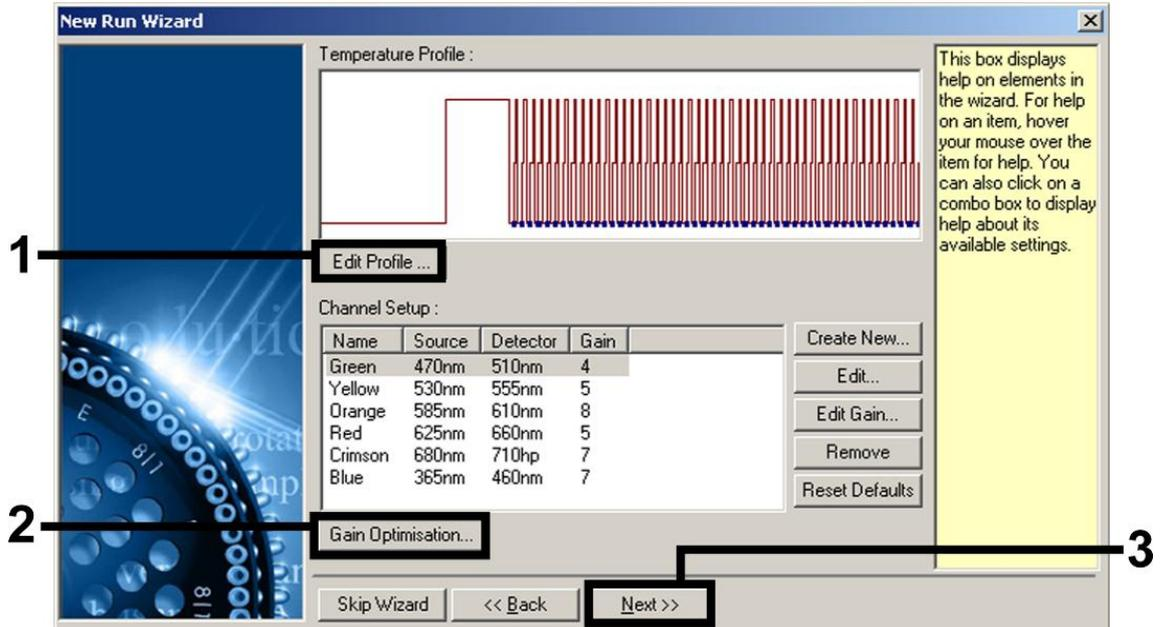
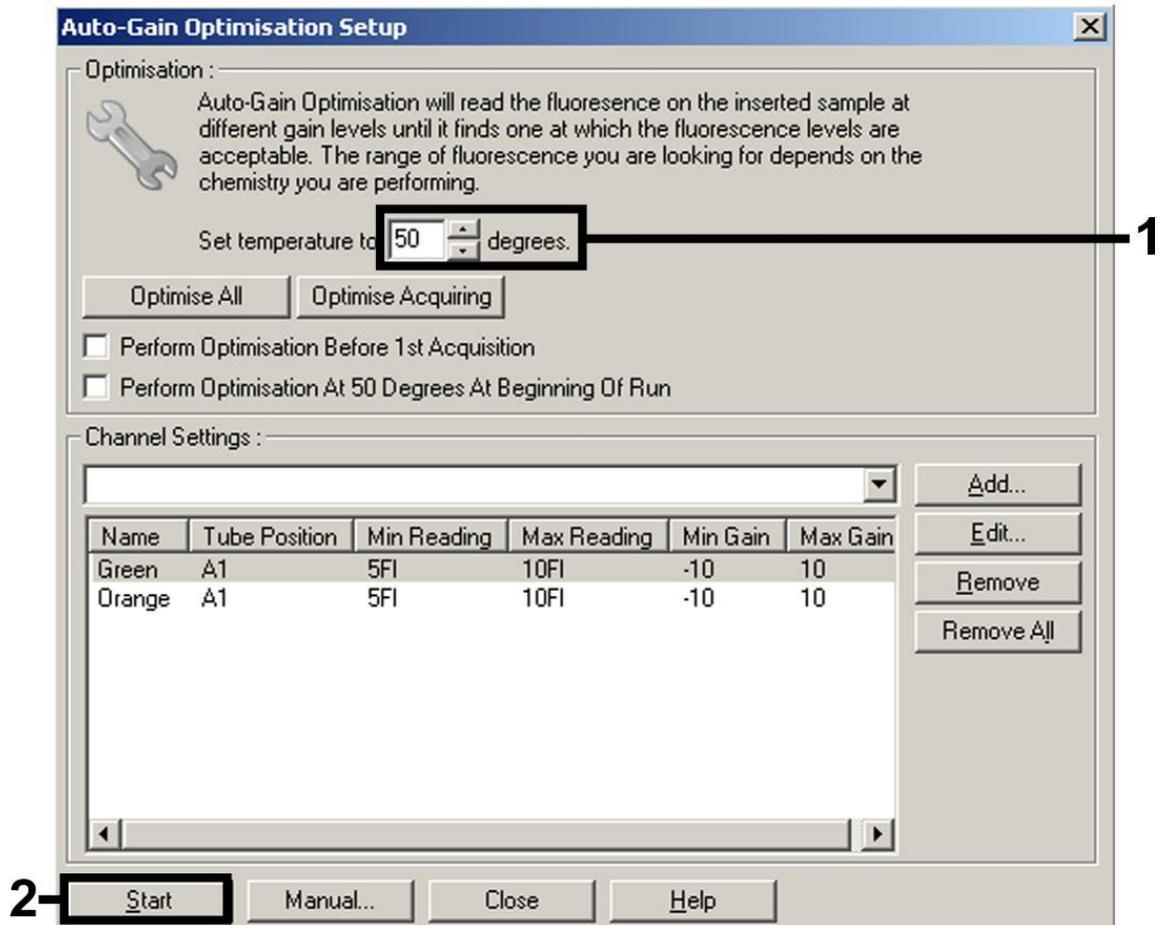

Figura 6. Edição do perfil.
Figura 10. Ajustar a sensibilidade do canal de fluorescência.
Ajustar a sensibilidade do canal de fluorescência	Figura 10
9. O intervalo de detecção dos canais de fluorescência deve ser determinado de acordo com as intensidades de fluorescência nos tubos de PCR. Clicar em "Gain Optimisation" (Otimização de ganho) na caixa de diálogo "New Run Wizard" (ver figura 6) para abrir a caixa de diálogo "Auto-Gain Optimisation Setup" (Configuração da otimização automática de ganho). Definir a temperatura de calibração como 50 para coincidir com a temperatura de anelamento do programa de amplificação (figura 10).